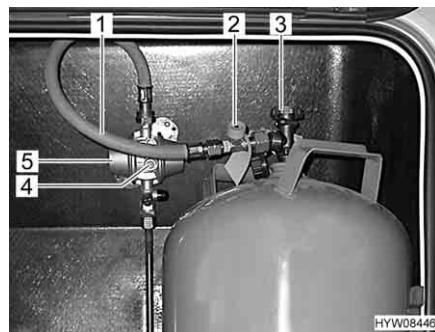

Fig. 38 Raccordo bombola del gas
- Chiudere la valvola principale di arresto (Fig. 38,3) della bombola del gas. Osservare la direzione della freccia.
- Svitare manualmente il tubo del gas (Fig. 38,1), dalla bombola del gas (filettatura sinistrorsa).
- Premere con forza il dispositivo antirottura della tubazione (Fig. 38,2) e tenerlo premuto per ca. 5 secondi.
- Premere con forza il pulsante verde (Fig. 38,4) del regolatore di pressione del gas (Fig. 38,5) e tenerlo premuto per ca. 5 secondi. La sorveglianza della pressione è attivata.